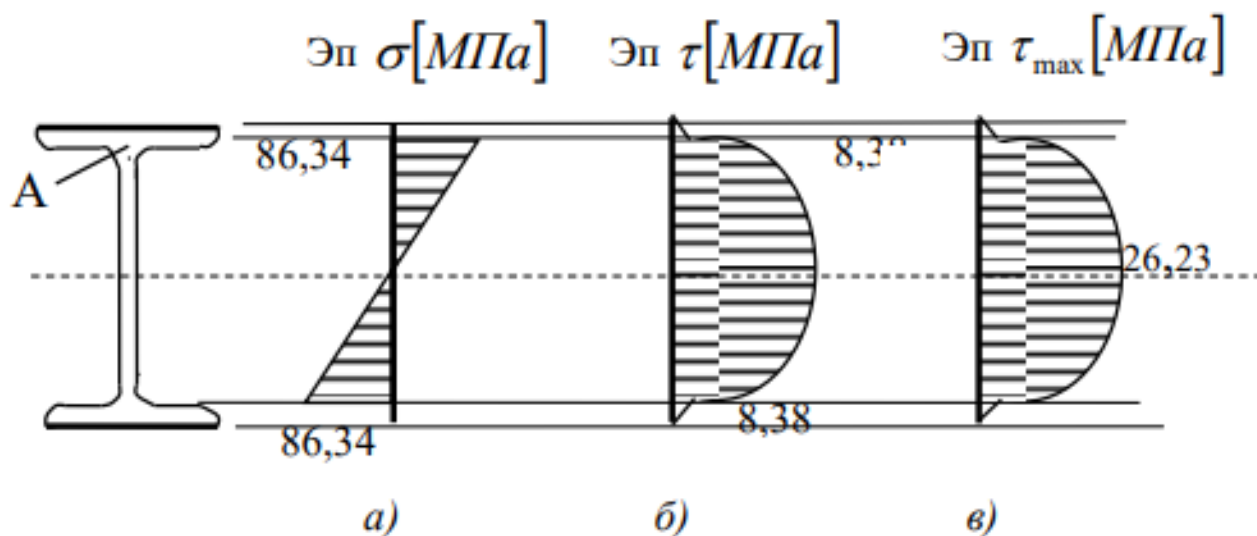

Рис. 5.4
5) Построим эпюры нормальных (рис. 5.4, а), касательных (рис. 5.4, б), максимальных касательных (рис. 5.4, в) напряжений в сечении .